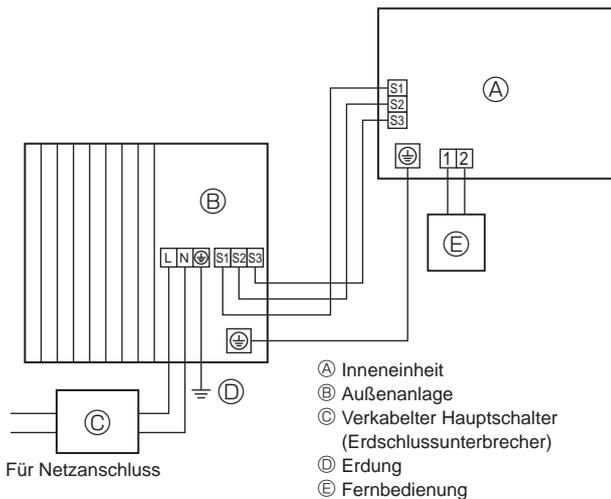

Fig. 6-1
### 6.1. Außeneinheit (Fig. 6-1, Fig. 6-2, Fig. 6-3)
- ① Die Wartungstafel entfernen.
- ② Die Kabel wie in den Fig. 6-1, Fig. 6-2 und Fig. 6-3 gezeigt verlegen.